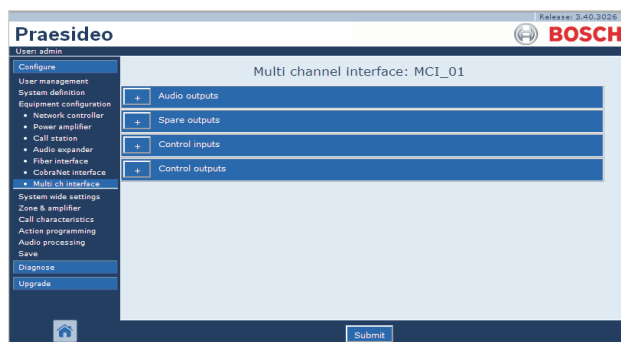

figure 44.22 : Configurer une interface multicanal, étape 2
- 2 Cliquer sur le nom de l'interface multicanal à configurer. Un écran semblable à celui de la figure 44.22 s'affiche dans le cadre principal de l'interface Web